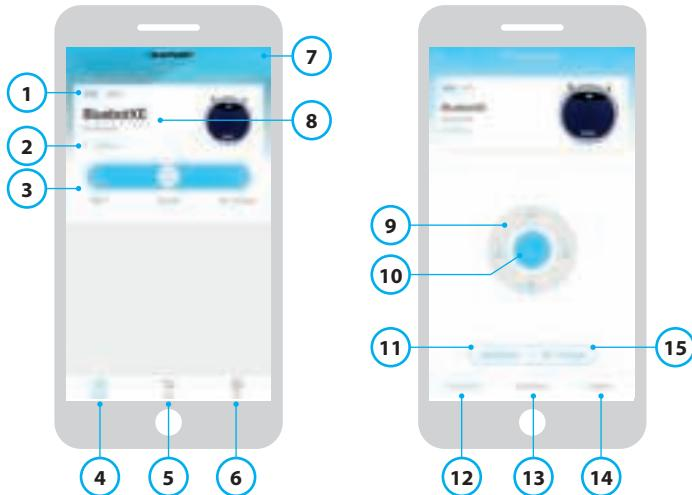

Figura 3 - Pantalla de inicio y pantalla de funcionamiento
- 12 Operation: abre la pantalla de Funcionamiento del robot, véase la Figura 3.